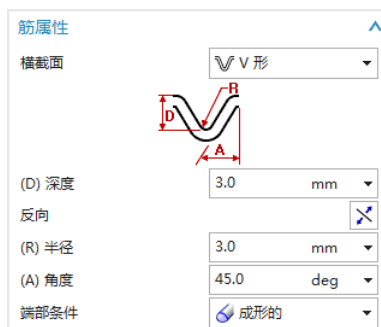

图 4-51 “V 形”对话框
(3) V 形：在“横截面”下拉列表中选择 V 形，对话框如图 4-51 所示。